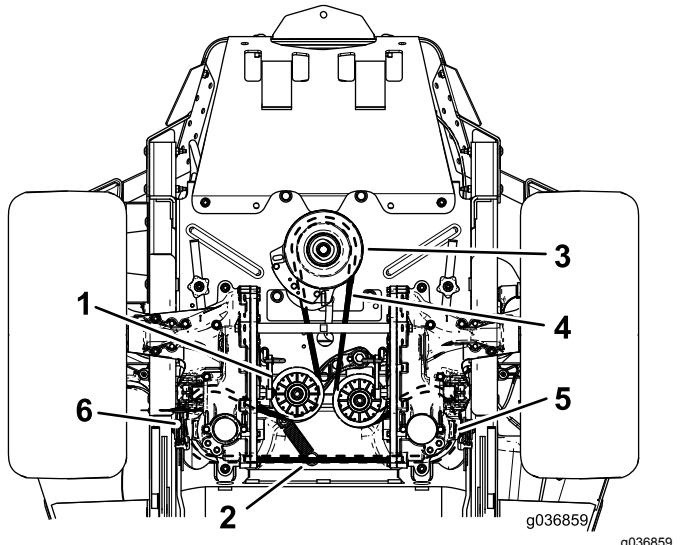

Figure 67
4. Soulevez la machine sur des chandelles (Figure 67).
6. Décrochez le ressort de la poulie de tension de son montant (Figure 67).
8. Placez une courroie neuve sur la poulie du moteur et des 2 poulies d'entraînement de la pompe hydraulique (Figure 67).